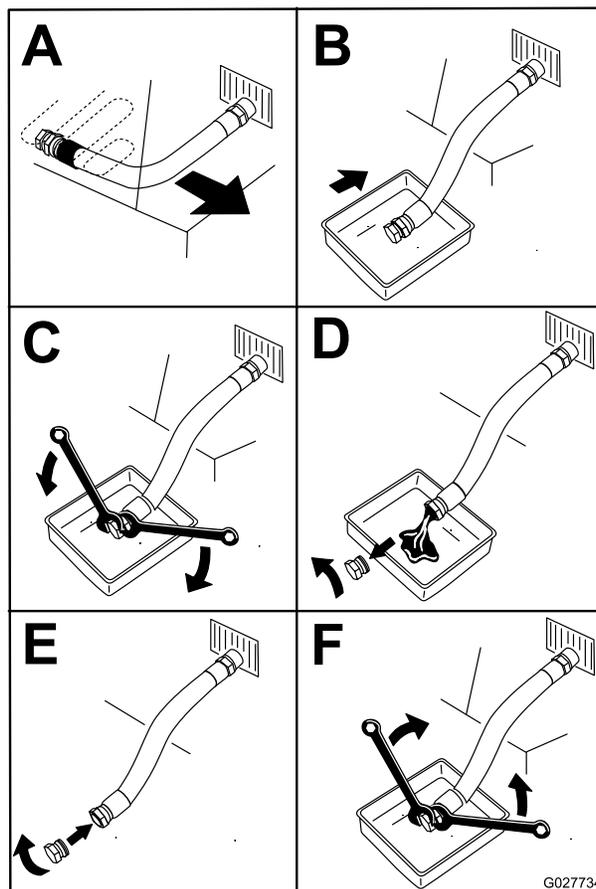

Figura 53
- Prima di scendere dal posto di guida dell'operatore, spegnete il motore, toglie la chiave di accensione e attendete che si fermino tutte le parti in movimento (Figura 53).